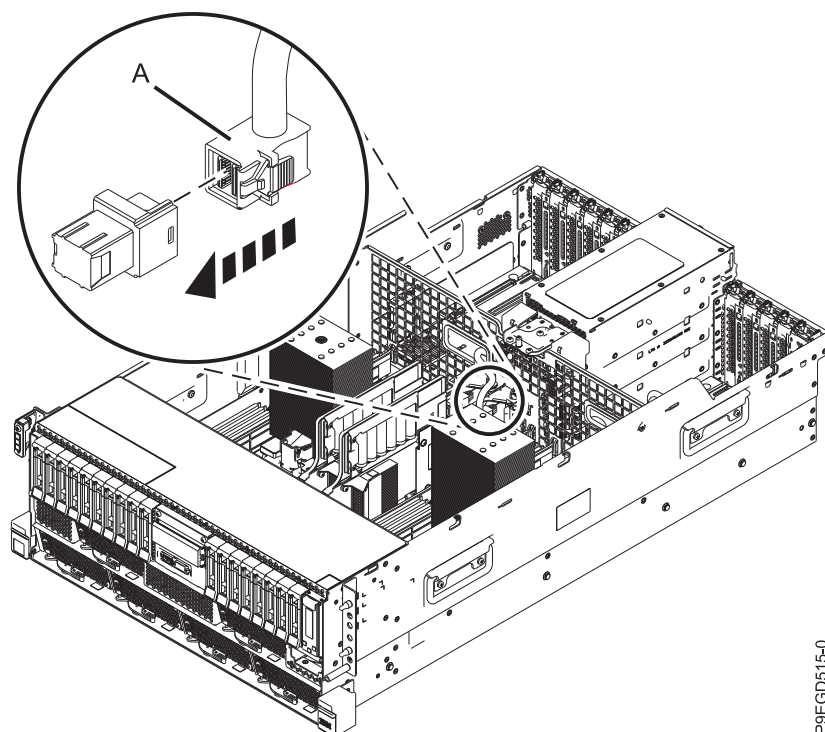

Figure 8. Installation du câble SAS arrière
4. A l'aide des étiquettes, branchez le câble SAS arrière le plus haut et le plus long (A) sur le connecteur SAS arrière de l'adaptateur RAID, à la position P1-C50, comme indiqué à la figure 8.